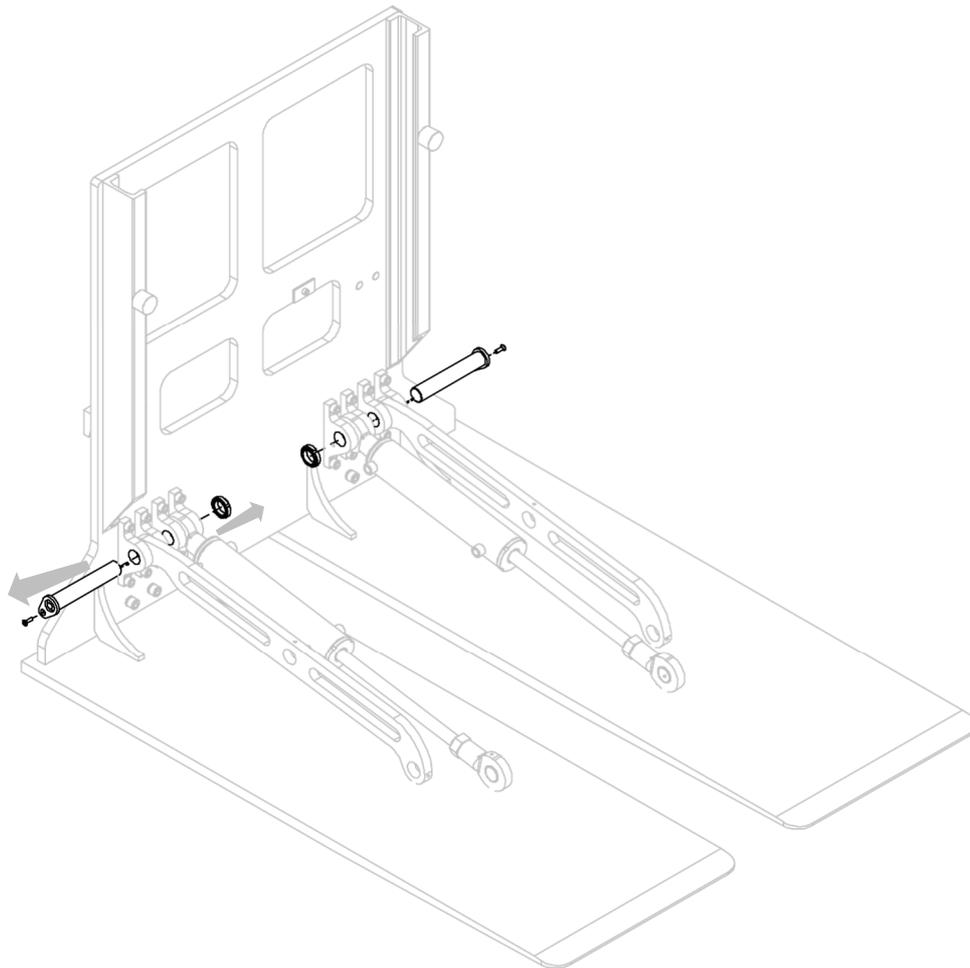

Figure 26
3. Retirer les goupilles qui lient les vérins (et les bras restants) aux supports boulonnés (voir *Figure 26*).